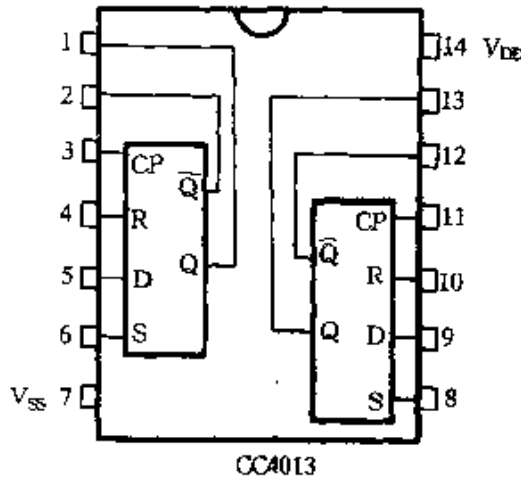

图 2-379
⑦ 图 2-379 所示为双主从 D 型触发器 CC4013 引脚功能图。CC4013 内含两个独立的主从 D 型触发器。每个 D 触发器具有四个输入端: 数据输入端 D, 时钟输入端 CP, 置“0”端 R, 置“1”端 S。具有两个输出端: 原码输出端 Q 和反码输出端 \bar{Q} 。CC4013 的 D 触发器由 CP 脉冲的上升沿触发, R 与 S 端为“1”电平有效。